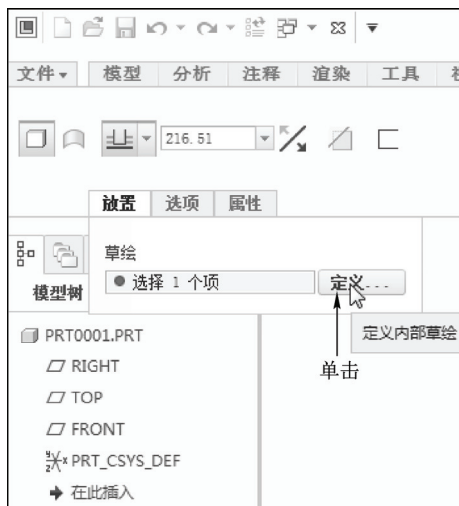

图 17-24 单击“定义”按钮
STEP 01 新建一个零件文件，单击“模型”选项卡“形状”面板中的“拉伸”按钮，打开“拉伸”选项卡，单击“放置”按钮，弹出“放置”下滑面板，单击“定义”按钮，如图 17-24 所示。